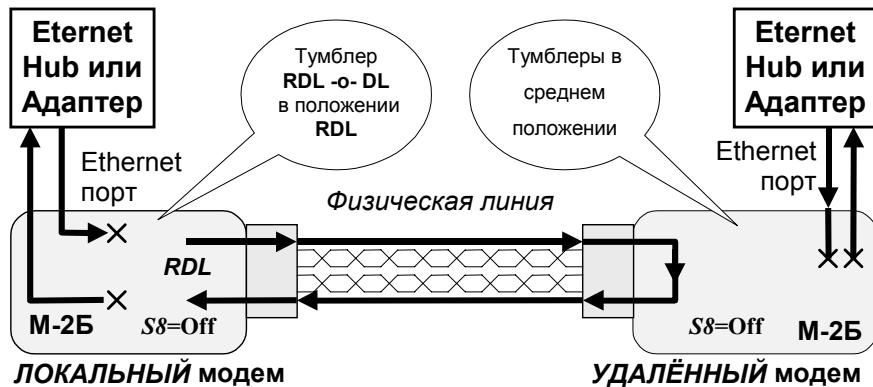

Рис. 9 Проверка Удаленный шлейф (RDL)
Проверка **Удаленный шлейф (RDL)** устанавливает заворот данных (шлейф) на УДАЛЕННОМ модеме в сторону ЛОКАЛЬНОГО модема. Проверка **Удаленный шлейф (Remote Digital Loopback)** обеспечивает возможность проверки канала передачи данных, образованного с помощью двух однотипных модемов. Рис. 9 иллюстрирует принцип проверки **Удаленный шлейф (RDL)** для одного направления. Режим проверки **Удаленный шлейф (RDL)** предназначен для организации автономной проверки канала передачи данных с помощью встроенного анализатора – *BER*-тестера.
Для нормальной установки режима **Удаленный шлейф (RDL)** необходимо подключить модемы и установить микропереключатели в требуемое положение, а микропереключатель **S8 = Off**. Затем на одном модеме, назовем этот модем **ЛОКАЛЬНЫМ**, необходимо установить тумблер **RDL-o-DL** в положение **RDL**. На другом модеме, см.Рис. 9, назовём его **УДАЛЕННЫМ**, тумблеры должны находиться в среднем положении (рабочий режим).
1. **ЛОКАЛЬНЫЙ** модем, отключает Ethernet порт, затем переводит **УДАЛЕННЫЙ** модем в режим заворота данных в физическую линию, см.Рис. 9.